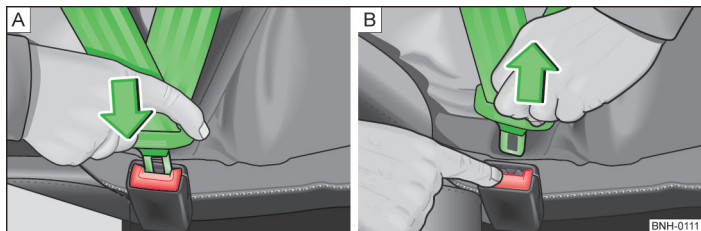

Fig. 161 Allacciare/Slacciare le cinture di sicurezza
- Infilare la linguetta nella fibbia del sedile » fig. 161 - **A** finché non si aggancia in maniera udibile.
- Premere il tasto rosso sulla fibbia della cintura » fig. 161 - **B** la linguetta sarà espulsa.